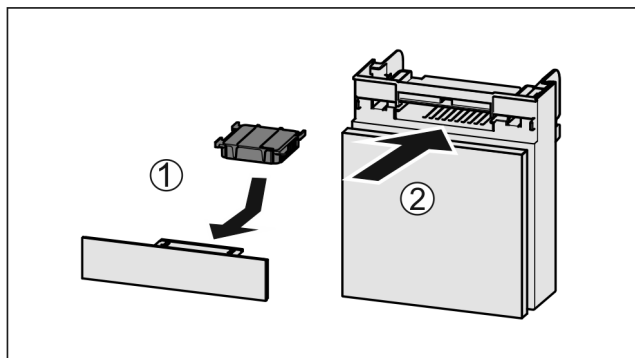

Fig. 145
- Insérer le filtre à charbon actif d'après le schéma Fig. 145 (1).
- Insérer le compartiment Fig. 145 (2).